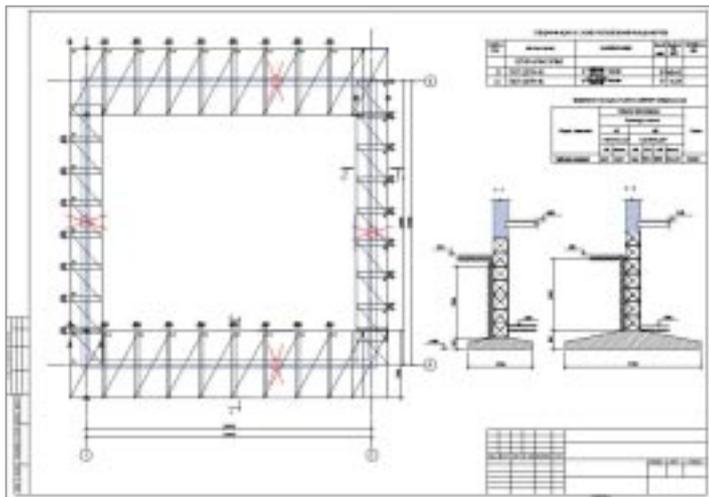

Рис. 66
- Конструирование монолитного ленточного ростверка по данным расчета с использованием стандартных арматурных изделий (стандартные арматурные сетки) или отдельными арматурными стержнями в поперечном и продольных направлениях (рис. 66, 67).